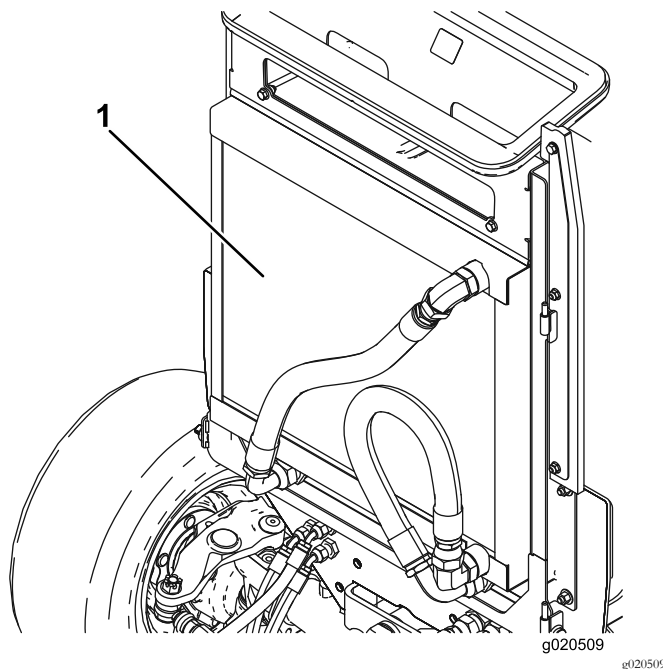

図 63
3. オイルクーラとラジエターの裏表を 図 63 圧縮空気で丁寧に清掃する。前側から清掃を始め、車体後方に向けてごみを吹き飛ばす。その後、今度は後ろ側から前側に向かって吹きつけて清掃する。何度か繰り返してごみやよごれを完全に除去する。